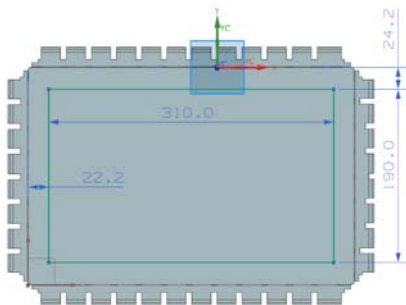

图 2-70 绘制草图
(3) 进入草图绘制环境，绘制如图 2-70 所示的草图。单击“完成” 图标，草图绘制完毕。